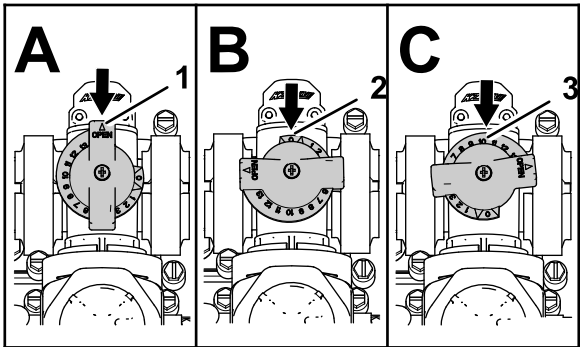

Figura 33
- A válvula de derivação da agitação está na posição Fechada, como se mostra na Figura 33 A.